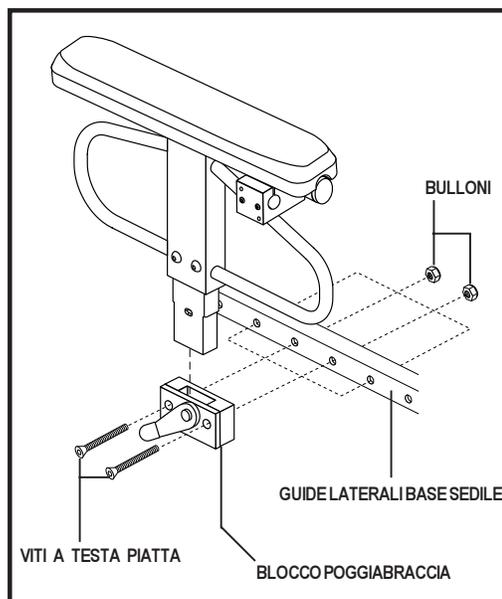

Figura 15. Regolazione della posizione dei braccioli rimovibili ad alta resistenza
1. Ruotare il blocco del bracciolo in avanti e estrarre il bracciolo dal blocco corrispondente. Vedere figura 15.
2. Usare una chiave esagonale per rimuovere le viti a testa piatta che fissano il blocco del bracciolo sulla guida laterale della base del sedile. Vedere figura 15.